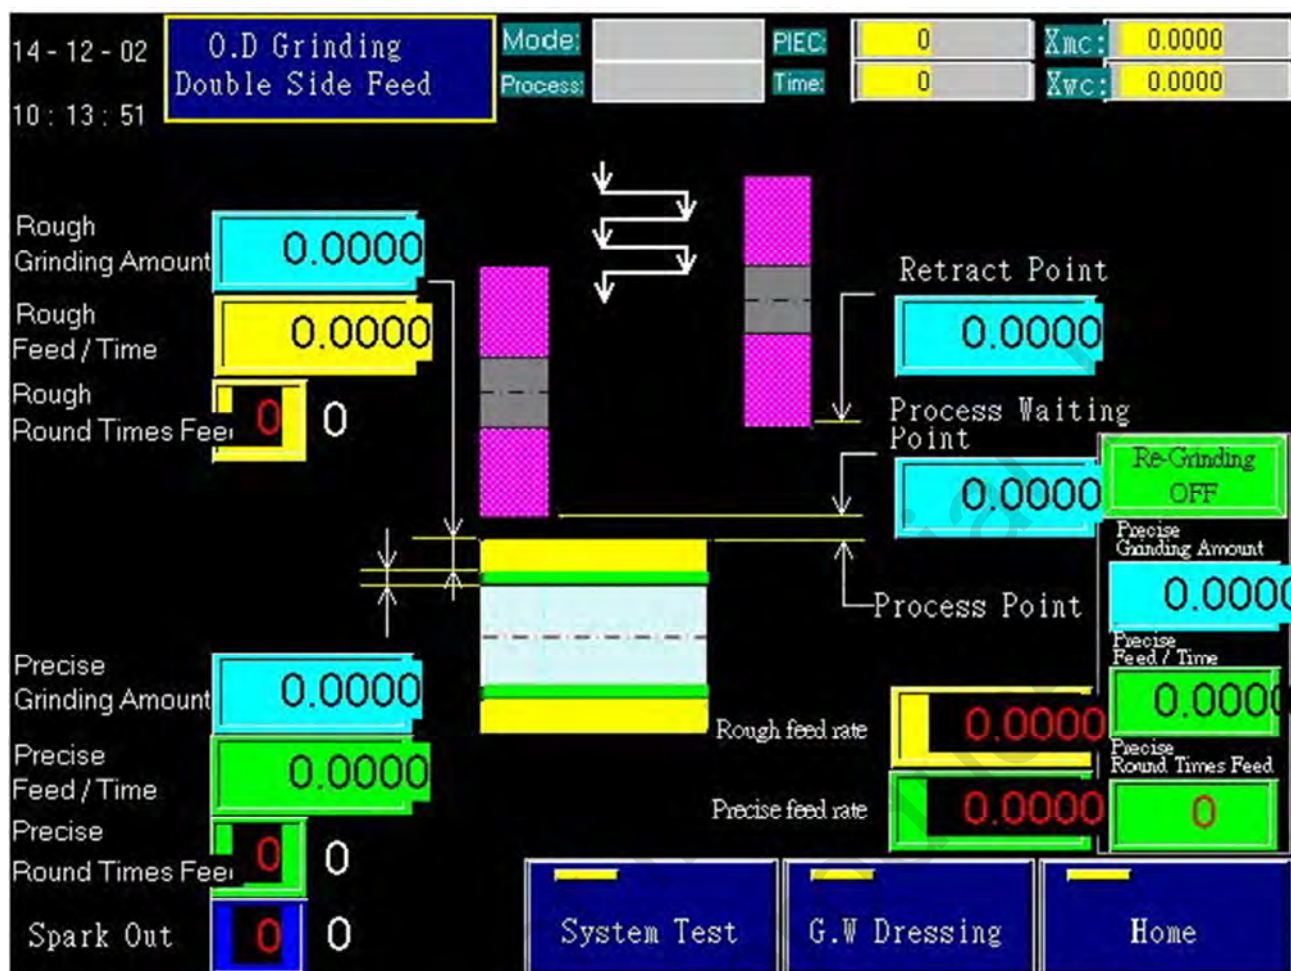

Figure 6-11
V. 「O.D Grinding Double Side Feed」 parameter setting : As shown in Figure 6-11